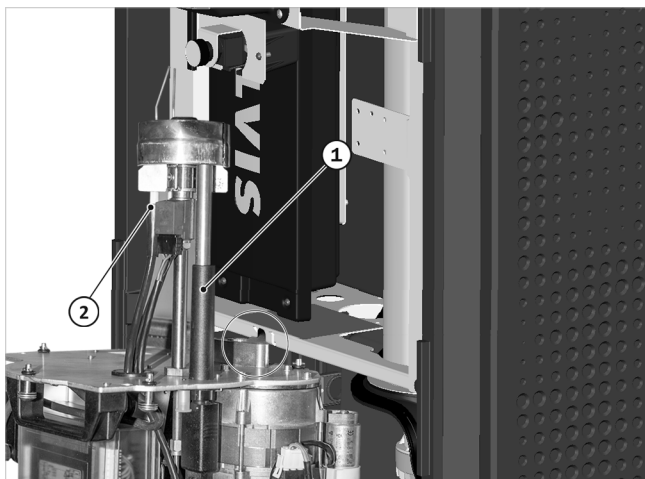

Abb. 146: Brenner an Konsole einhängen
1. Sichthülse abziehen, siehe → Abb. 146 (1).